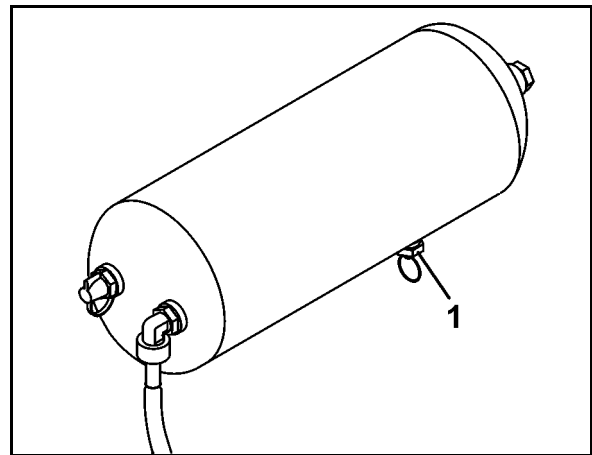

Рис. 118
1. Возьмите за кольцо и тяните водоотводный клапан (Рис. 118/1) вбок до тех пор, пока из ресивера не перестанет течь вода.